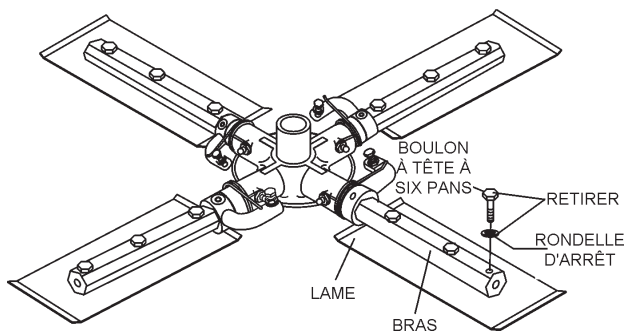

Figure 43. Lames de la talocheuse-lisseuse
1. Retirez les lames du bras de la talocheuse-lisseuse en ôtant les trois boulons à tête à six pans (Figure 43) du bras. Mettez les lames de côté.